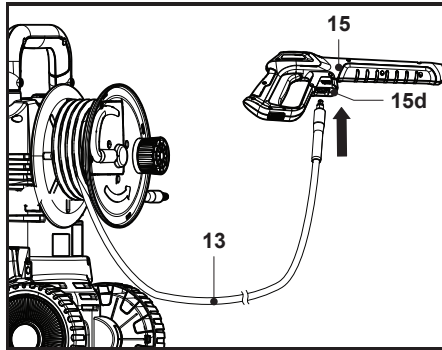

Fig. 7
1. Tirer doucement sur le tuyau haute pression (13) pour le retirer. Nous conseillons de dérouler complètement le tuyau haute pression (13) avant l'utilisation.
2. Enfoncer l'extrémité du tuyau haute pression (13) dans le raccord de tuyau (15d) du pistolet de pulvérisation (15) jusqu'au bout. Un dé clic doit se faire entendre (Fig. 7).